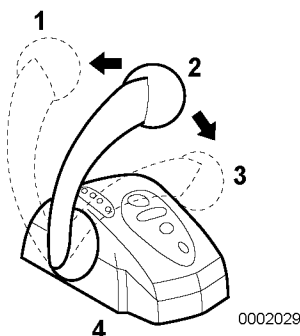

Figura 11
Utilice el mando de control de una palanca (Figura 11, (4)) en el puesto de gobierno para marcha adelante (Figura 11, (1)), marcha atrás (Figura 11, (3)), punto muerto (Figura 11, (2)) y control de velocidad en una instalación con un motor.